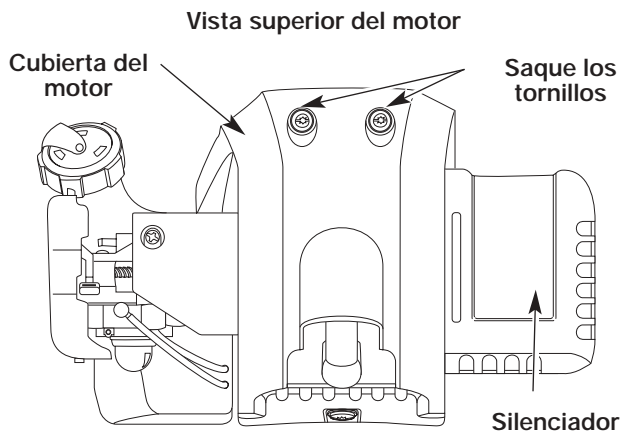

Fig. 39
2. Retire los dos (2) tornillos de la parte superior de la cubierta del motor con un destornillador apropiado (Fig. 39).
6. Saque la cubierta del motor (Fig. 39).